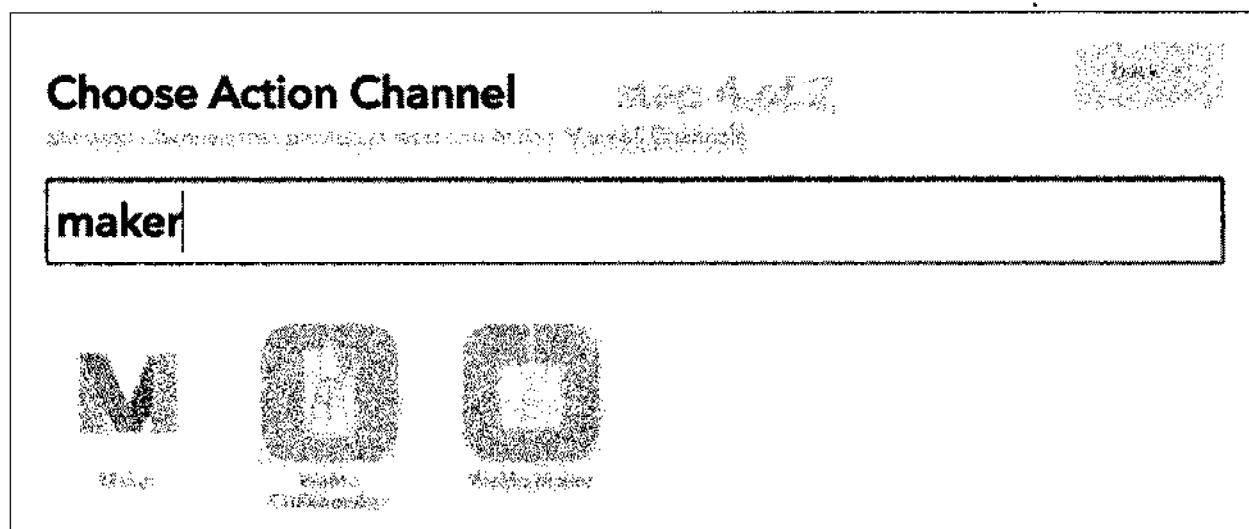

Рис. 6.6. Выбираем канал действия
13. В качестве канала действия также выберите канал **Maker** (рис. 6.6).